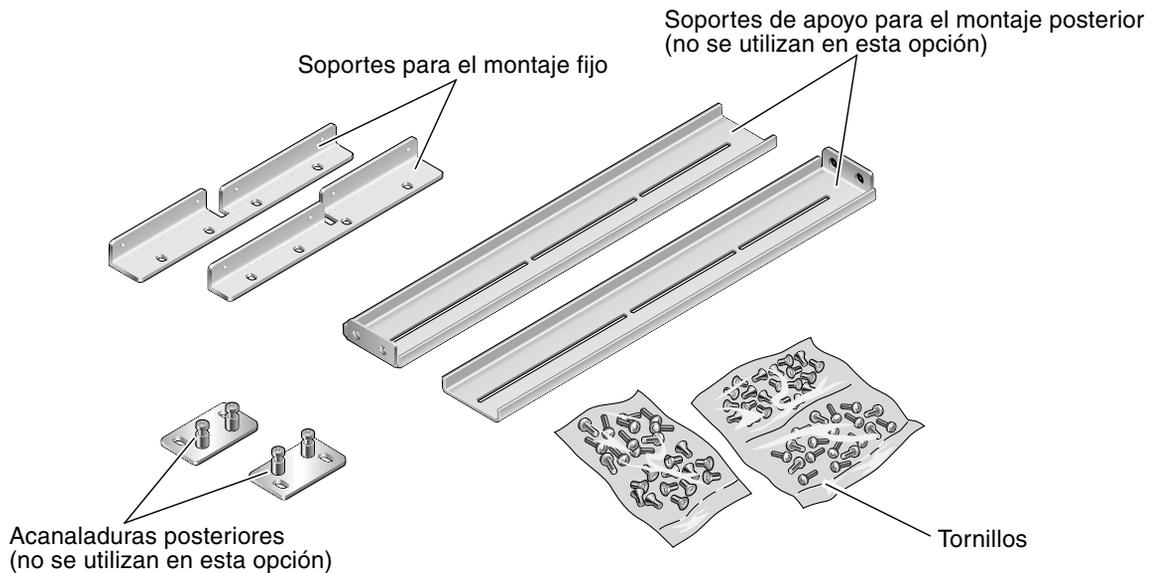

FIGURA 3-26 Contenido del kit de montaje fijo de 19 pulgadas de 4 postes
1. Saque los soportes laterales del kit del bastidor (FIGURA 3-26).